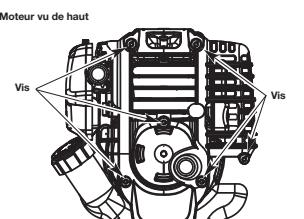

Fig. 29
1. Retirez les six (6) vis à l'arrière de la couverture du moteur avec un tournevis plat ou un tournevis Torx T-25 (Fig. 29).
4. Déposez le couvercle du moteur (Fig. 29).
1. Arrêtez le moteur et laissez-le refroidir. Retirez les six (6) vis à l'arrière de la couverture du moteur avec un tournevis plat ou un tournevis Torx T-25 (Fig. 29).